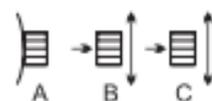

рис. 10
**Внимание!** Установка и корректировка времени осуществляется путем вращения заводной головки таким образом, чтобы стрелки осуществляли движение вперед (по ходу движения часовой стрелки, смотрите рис. 10). В этой позиции, вращая головку, вы устанавливаете нужное время (до/после полудня). При этом секундная стрелка **(3)** останавливается, что позволяет осуществлять синхронизацию Ваших часов с сигналом точного времени.
Для установки или коррекции даты вытяните заводную головку в положение (С). Вращая заводную головку по часовой стрелке (рис. 10) добейтесь смены даты и дня недели. Выставьте стрелки на 6:00. Переведите заводную головку в положение (В) и установите необходимую дату и день недели (\*1). В положении (С) установите нужное Вам время. Переведите головку в положение (А).